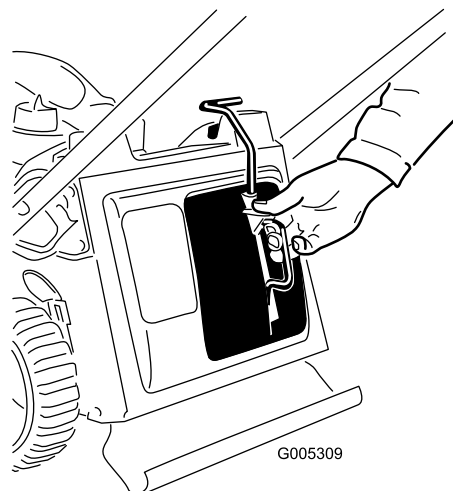

Figura 21
1. Instale el tapón de mulching (Figura 21) o la bolsa de recogida (Figura 22) en la máquina.